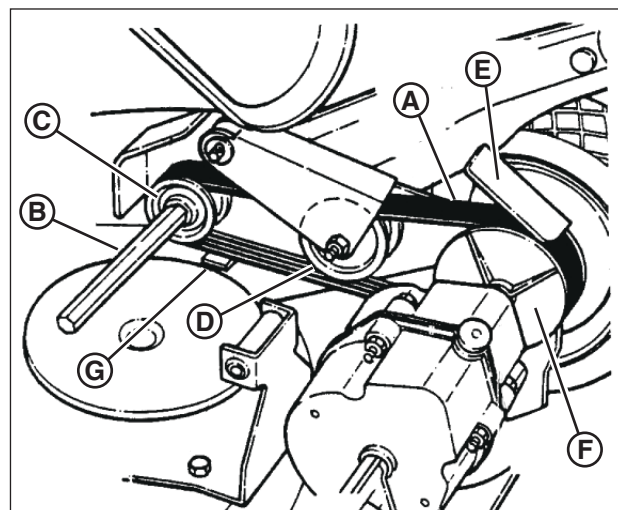

Figure 35 : Acheminement de la courroie Poly-V
3. Placer la nouvelle courroie Poly-V (A, Figure 35) par-dessus l'extrémité de l'arbre hex (B) et par-dessus la poulie d'entraînement (C).
4. Acheminer la courroie sur le dessus de la poulie guide (D).
5. Entortiller la courroie de côté et la tirer vers le haut entre le support du différentiel (E) et la poulie entraînée (F) puis vers le bas dans la rainure de la poulie. S'assurer que la courroie Poly-V est au dessus du guide de la courroie (G).